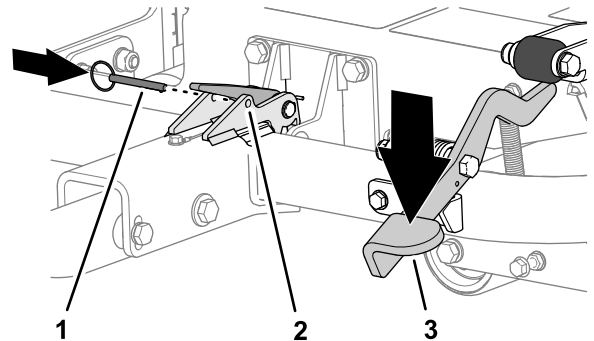

図 19
3. ヒッチペダルを踏んで、ヒッチをロックする 図 19。
4. ラッチの穴にロックピンを入れる 図 19。